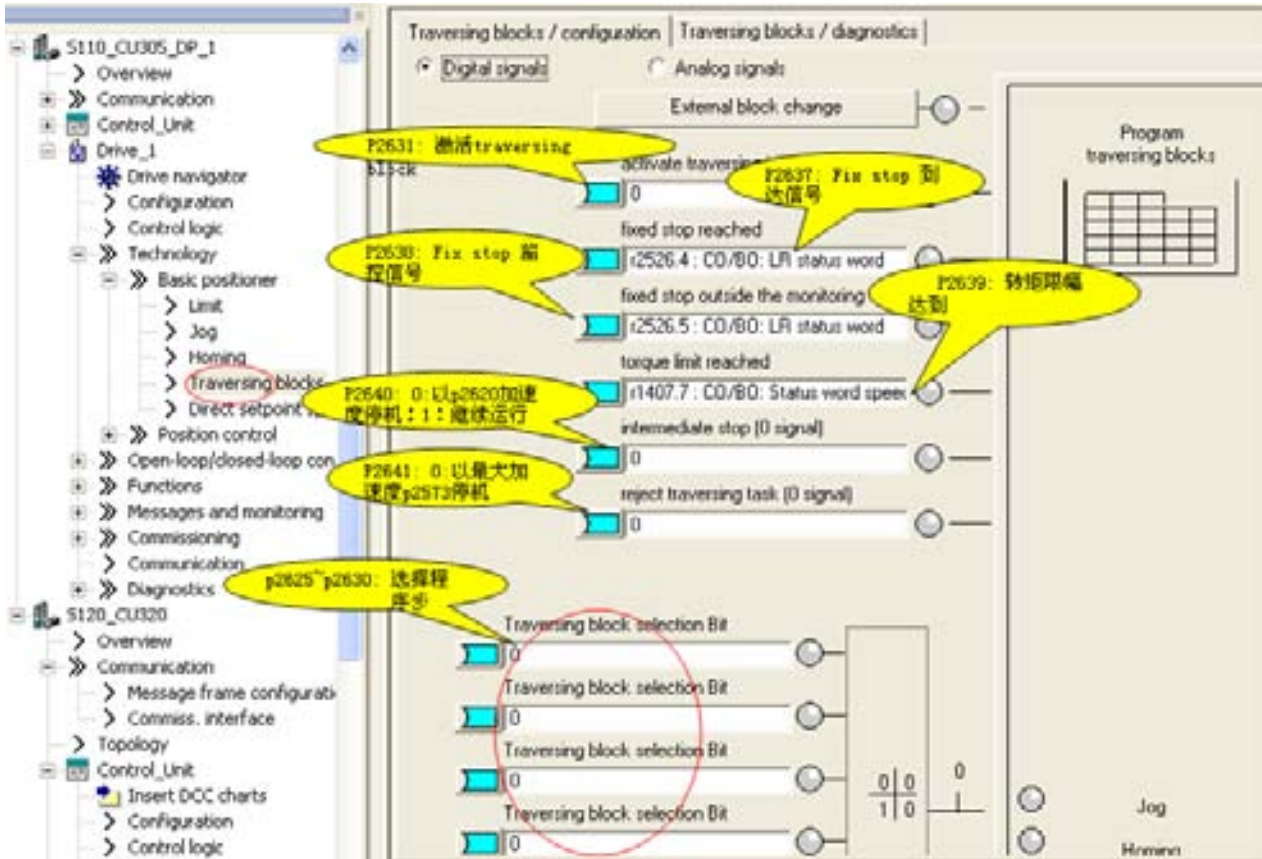

图 76. Traversing Blocks 的参数设置
通过使用程序步 (Traversing Blocks) 模式可以自动执行一个完整的定位程序，也可单步执行程序步。各程序步之间可通过数字量输入信号进行切换，但只有当前程序步执行完成后下一程序步才有效。在 S110 中提供了最多 16 个程序步供使用。Traversing Blocks 的参数设置如图 76 所示：
p2622[x] = 0x1: Output 1; p2622[x] = 0x2: Output 2; p2622[x] = 0x3: Output 1 和 2，如图 76 所示。
- 首先参考图 76 设置参数